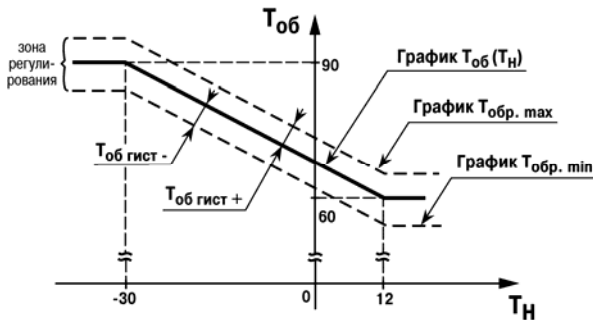

Рисунок 7.13
7.11.13 **Тобр. Гист+, Тобр. Гист-** – Конфигурационные параметры, определяющие границы допустимого изменения относительно графика температуры обратной воды, возвращаемой в теплосеть (см. рисунок 7.13). При выходе температуры обратной воды за заданные пределы прибор переходит к регулированию температуры обратной воды.